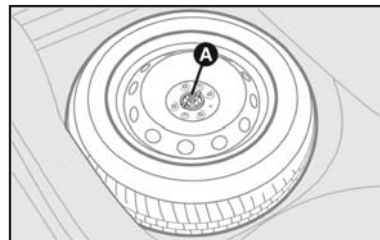

fig. 3
- Soltar o parafuso de fixação **A-fig. 3**, retirar a roda sobressalente e retirar o porta-ferramentas, localizado debaixo desta.